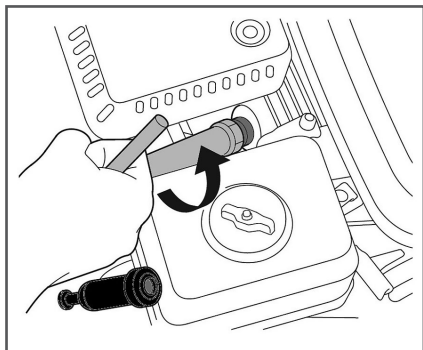

Рис. 20 Обслуживание свечи зажигания
2. Открутите свечу зажигания свечным ключом (Рис. 20).